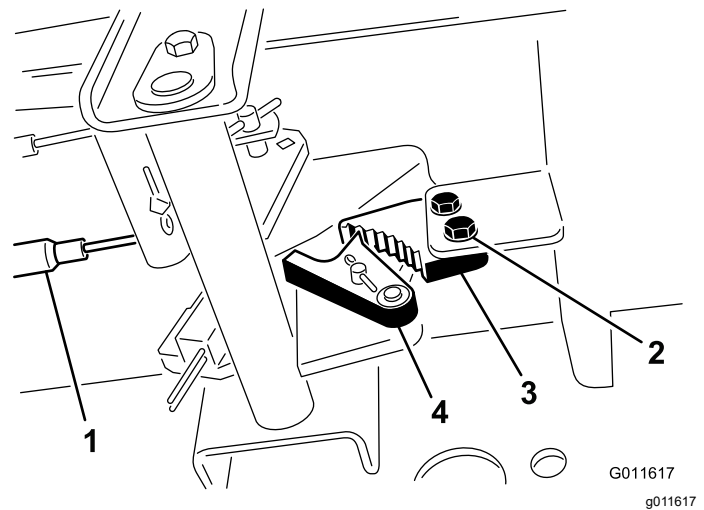

Figura 97
1. Afloje los 2 tornillos que fijan el trinquete del freno de estacionamiento al bastidor (Figura 97).
2. Pise el pedal del freno de estacionamiento hacia adelante hasta que la uña se engancha a fondo en el trinquete del freno (Figura 97).